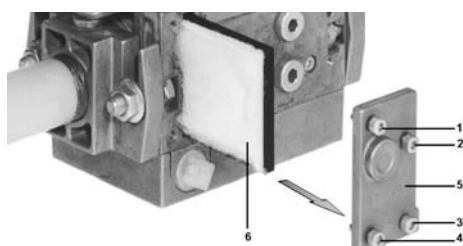

Рис. 43
- 2 Отвинтите винты 1 ÷ 4 шестигранным ключом № 3 и снимите крышку фильтра 5 на Рис. 43.